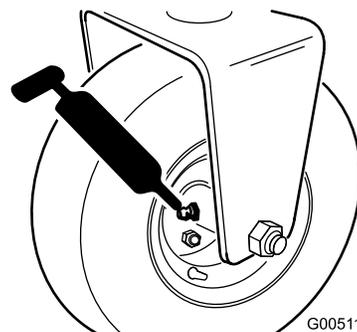

Рисунок 28
- Ступица заднего ролика или, если машина оборудована комплектом 3-колесного привода, сцепления ролика заднего колеса и наружный шарикоподшипник (1 шт.) (Рисунок 28).